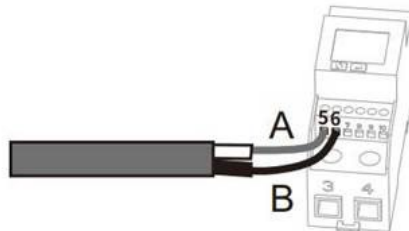

Abb. 29. Verbindung zum Smart Meter
8. Anderes Kabelende mit Aderendhülse bestücken und an die Kontakte des Smart-Meters anklebmen. Schraubendreher Typ: PH0, Drehmoment: 0.7Nm. Siehe Abb. 29.